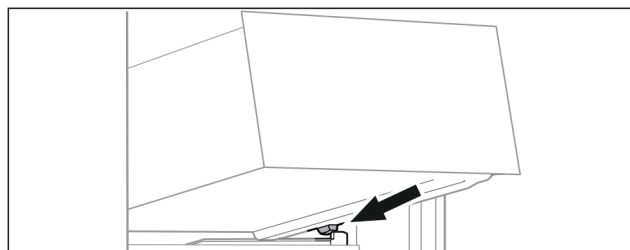

Fig. 90
- ▶ Coloque el cajón inclinado detrás de los toques sobre la nervadura para recipientes. (consulte Fig. 90)